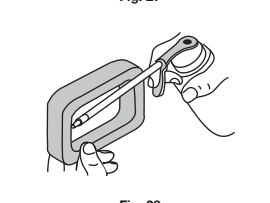

Fig. 28
4. Appliquez une quantité suffisante d'huile moteur propre SAE 30 pour enduire légèrement le filtre (Fig. 28).